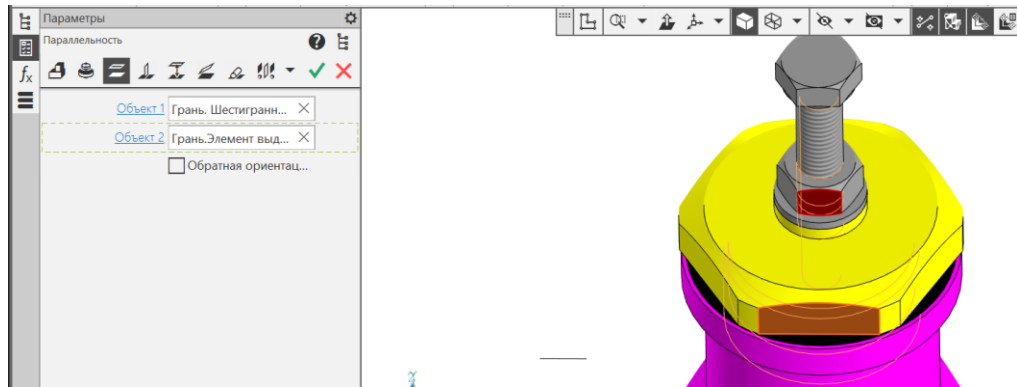

Рис. 51 Сопряжение «Параллельность» граней Гайки и Крышки
- **Сборка – Размещение компонентов – Сопряжения – Параллельность** (рис. 51): Объект 1(Гайка) – Грань. Шестигранник; Объект 2 (Крышка) – Грань. Элемент выдавливания: 2.